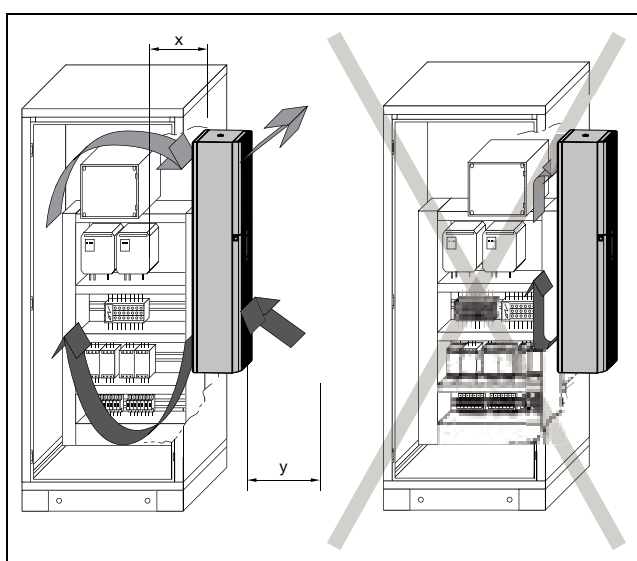

Imagen 7: Circulación del aire en el armario
tancia «y» en imagen 7 o tabla 2).
- Calcula la distancia «x» (imagen 7) hacia los componentes eléctricos y otros dispositivos instalados en el armario, de forma que la circulación necesaria de aire no se vea obstruida.